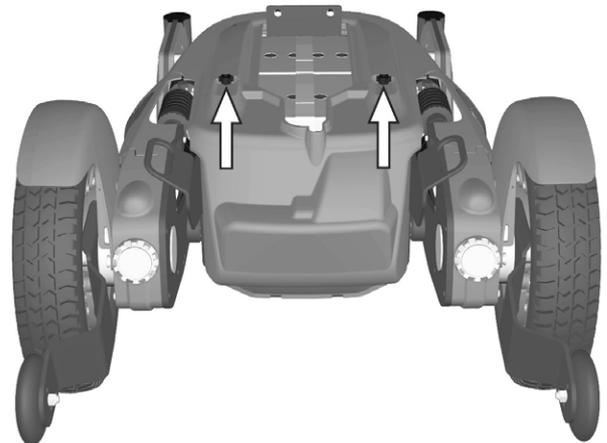

Abbildung 21. Die Fahrgestellabdeckung ist mit zwei Drehgriffen befestigt.
3. Beide Drehgriffe abmontieren, die die obere und hintere Abdeckung halten. Siehe Abbildung. 21.
7. Die beiden Drehgriffe wieder anbringen. Siehe Abbildung. 21.